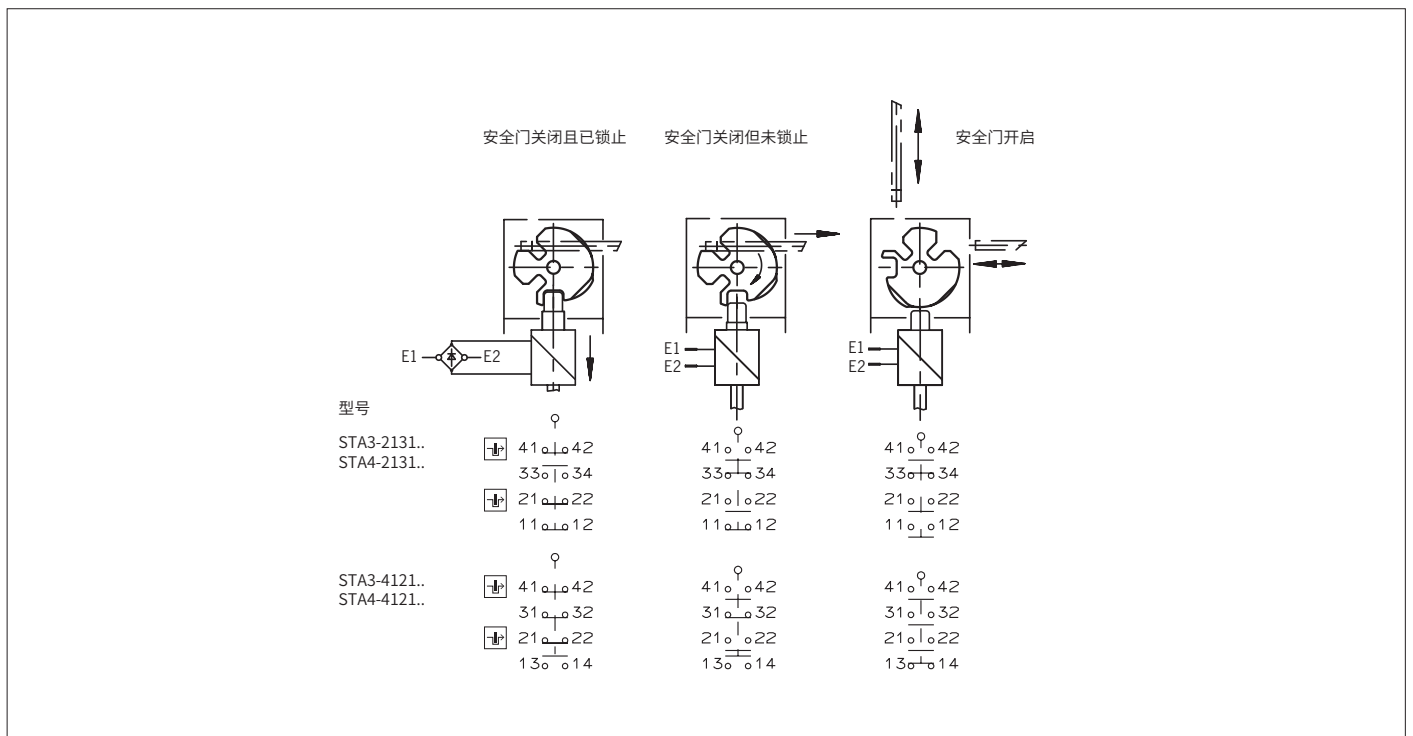

图3: 开关元件和开关功能
必须至少使用一个触点 \ominus 。还可以使用带 \square 符号的触点（有关端子分配，请参见图3）。
- 连接各端子并以0.5 Nm的力矩拧紧（有关端子分配，请参见图3）。